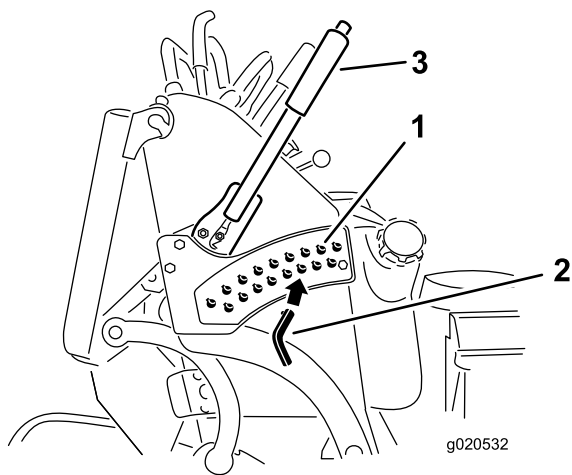

Рисунок 21
3. Выберите отверстие в кронштейне высоты скашивания, соответствующее требуемой высоте скашивания, и вставьте штифт (Рисунок 21).
4. Нажмите кнопку в верхней части рычага высоты скашивания и опустите рычаг на штифт (Рисунок 21).